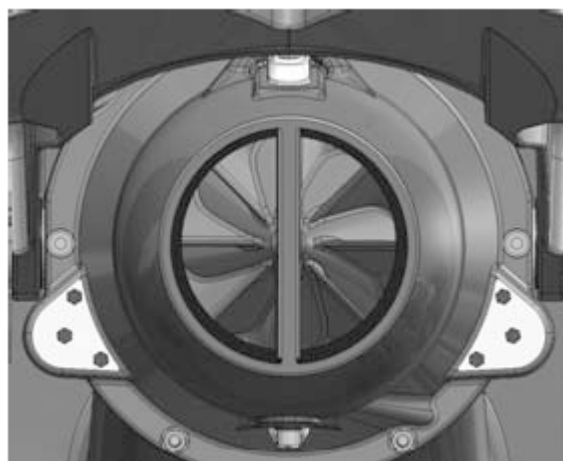

Figura 33. Controllo dello statore
3. Controllare statore ed ugello (figura 33).